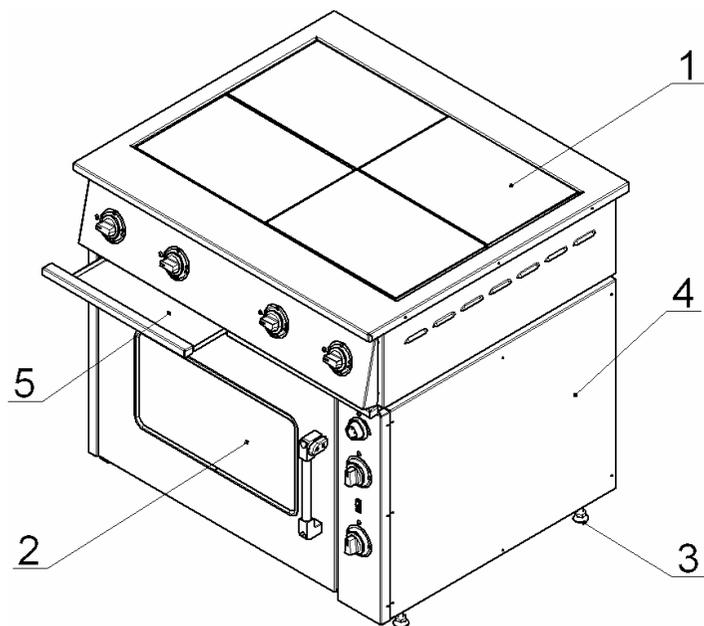
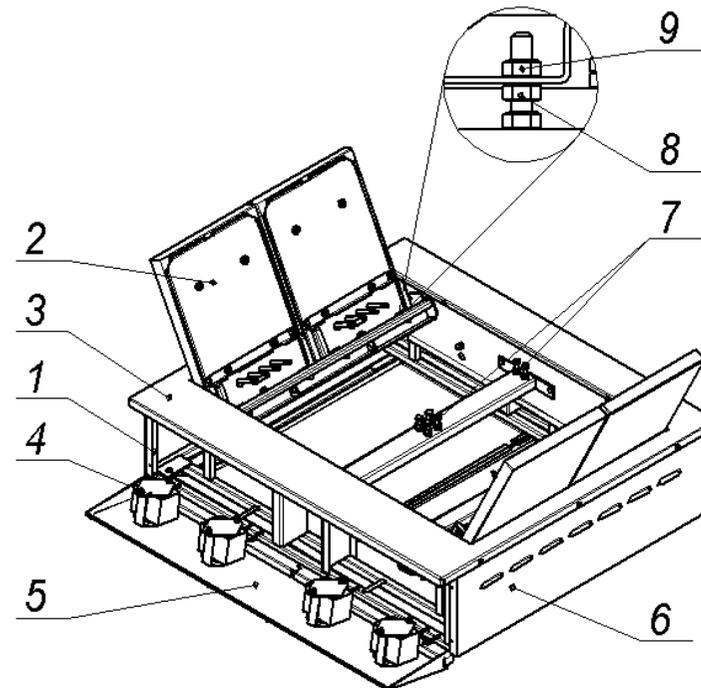
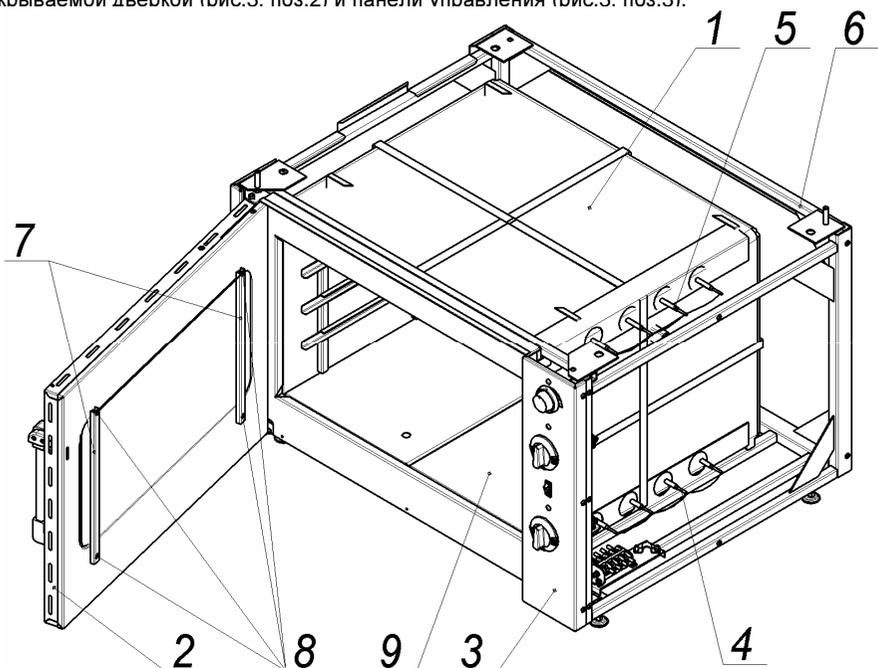
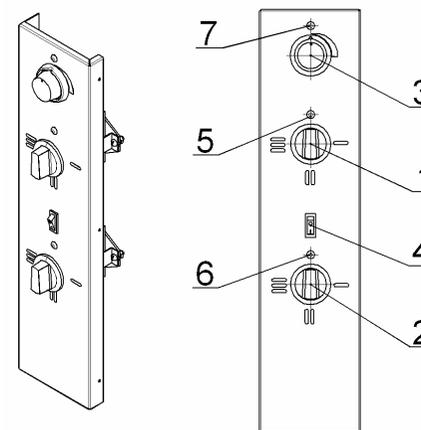

Рис.1
Рис. 2
Рис.3
Рис.4
Чтобы открыть приборную панель плиты, необходимо вынуть выдвижные поддоны (см. рис.1) и вывернуть винты крепления панели к каркасу плиты.
4.3 Собственно плита (рис.2) установлена на жарочный шкаф (рис.1. поз.2) и состоит из каркаса (поз.1), с закрепленными на нём конфорками (поз. 2), столом (поз.3), облицовочными (поз.6) и приборной панелью (поз.5).
4.3.3 Для обслуживания и санитарной уборки, плита оборудована (см. рис.1) выдвижными поддонами (поз.5), так же обеспечен (см. рис.2) свободный доступ к внутренним поверхностям плиты:
4.4 Жарочный шкаф состоит из тепловой (рабочей) камеры (рис.3 поз.1), закрываемой дверкой (рис.3. поз.2) и панели управления (рис.3. поз.3).
- Снять панель управления (рис.3, поз.3) или снять правую облицовочную панель (рис.1, поз.4);
- Снять панель управления (рис.3, поз.3) или правую облицовочную панель (рис.1, поз.4);
4.5 Приборы управления и светосигнальная арматура размещены (рис.4) на панели управления (рис.3 поз.3), которая расположена с правой стороны шкафа.
4.5.1 Ступенчатое регулирование мощности верхних и нижних ТЭНов осуществляется установкой ручек переключателей (поз.1 и 2) в фиксированные положения, обозначенные на панели управления символами I, II и III, что соответствует режимам нагрева ТЭНов: слабый, средний и сильный. При этом, мощность ТЭНов изменяется следующим образом: 0,75 – 1,5 – 3,0 кВт. Отключение ТЭНов производится установкой ручек переключателей в положение «0» (напротив сигнальных ламп рис.4, поз.5 и 6).
Установка и автоматическое поддержание необходимой температуры (от 50 до 300°С) в камере осуществляется терморегулятором (рис.4, поз.3).
Переключатели верхних и нижних ТЭНов, а также терморегулятор снабжены сигнальными лампами (рис.4, поз.5, 6 и 7).
- Открыть дверку и вынуть из камеры подовые короба (рис.3, поз.9);
7.4 Установите (по часовой стрелке) лимбом терморегулятора (рис.4, поз.3) температуру в камере шкафа, предусмотренную технологией приготовления продукта (должна загореться сигнальная лампа рис.4. поз.7).
7.5 Установите ручки переключателей (рис.4, поз.1 и 2) верхних и нижних ТЭНов в положения I, II или III (должны загореться сигнальные лампы рис.4, поз.5 и 6).
7.7 Для визуального контроля состояния приготавливаемых в камере продуктов, при закрытой дверке, включите клавишей (рис.4, поз.4) лампу подсветки камеры.